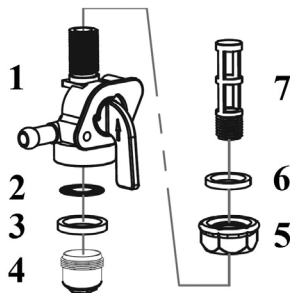

Рис. 20 Устройство топливного крана
3. Открутите гайку 5 и выньте топливный кран из топливного бака (Рис. 20).
4. Извлеките из корпуса топливного крана 1 уплотнительное кольцо 3 и сетчатый фильтр 2 (Рис. 20).
5. Извлеките из корпуса топливного крана сетчатый фильтр 7 (Рис. 20).